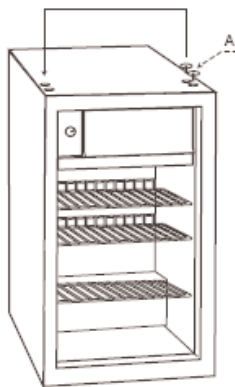

Fig. 1
- 6) Enlever les bouchons en plastique de la côté droit de l'appareil, et réinstallez les bouchons du côté gauche (où la goupille de charnière a été précédemment localisée) (Fig. 1).